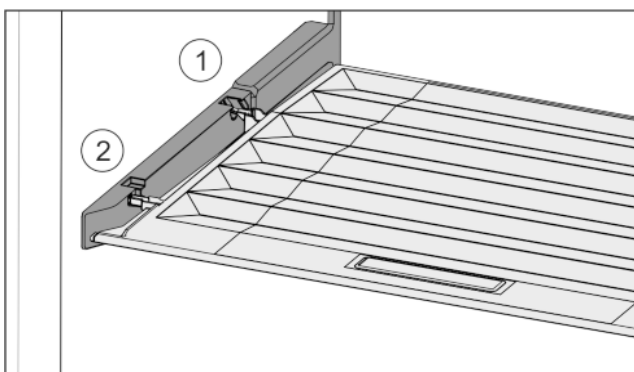

Fig. 31
- ▶ Výstupky víka zaveďte do zadních držáků Fig. 31 (1) a vpředu zaklesněte do držáku Fig. 31 (2).